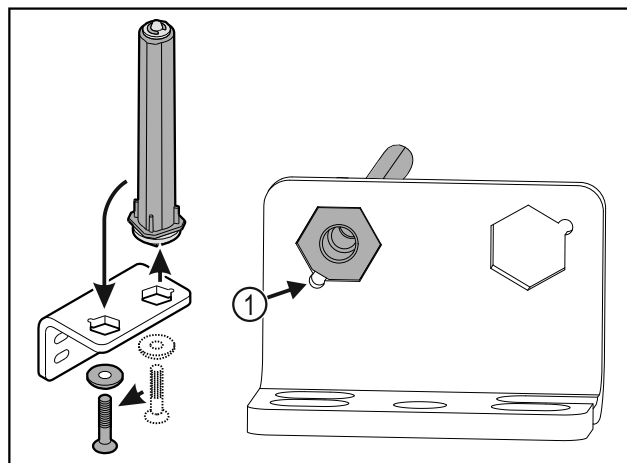

Fig. 32
- Zwrócić uwagę, aby podczas wkładania ścięcie sworznia Fig. 32 (1) było skierowane na okrągły otwór.